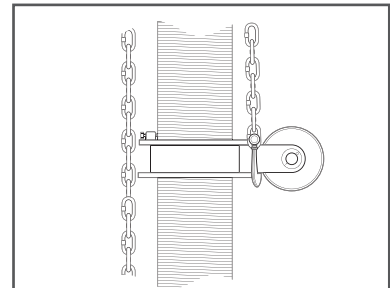

Рисунок 5
- Удерживается на силовом устройстве крюком цепи (рисунок 5).